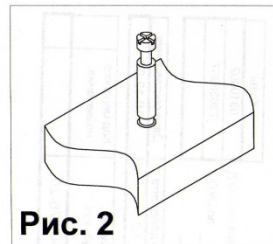

Рис. 2
2. Закрутить в муфты столешницы 6 дюбеля стяжек-растекс (4) (см.рис. 2) и соединить столешницу 6 с каркасом стола (детали 1 и 2). Фиксацию стяжек-растекс (3) произвести путем поворота их по часовой стрелке.